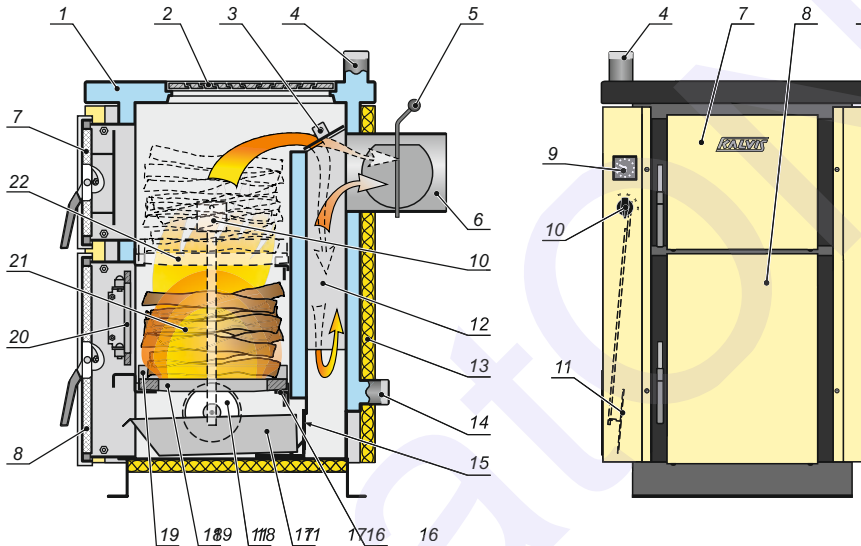

Рис. 1
** При топке котла с колосниками, вставленными в нижнее положение (18) (см рис. 1) / или в верхнее положение (22).
Корпус котла (1) (см. рис. 1) сварен из стальных листов, с боков и с верху имеет полости, в которых подогревается вода. Верхняя часть корпуса имеет отверстие для варки, закрытое чугунными вставками (конфорками) (2).